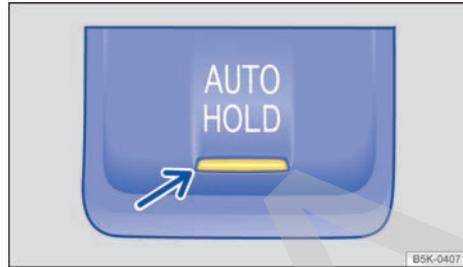

Fig. 157 En la consola central: tecla de la función Auto-Hold.
Cuando la función Auto-Hold está activa, en la tecla **AUTO HOLD** → fig. 157 se enciende el testigo de control en amarillo, y en la pantalla del cuadro de instrumentos, el testigo de control (P) en verde.
- Pulse la tecla **AUTO HOLD** → ⚠. El testigo de control de la tecla **AUTO HOLD** → fig. 157 se enciende en amarillo. El hecho de que la función Auto-Hold esté activada no quiere decir que mantenga el vehículo detenido → ⚠.
- Pulse la tecla **AUTO HOLD** → **▲**. El testigo de control de la tecla **AUTO HOLD** → fig. 157 (flecha) se apaga.